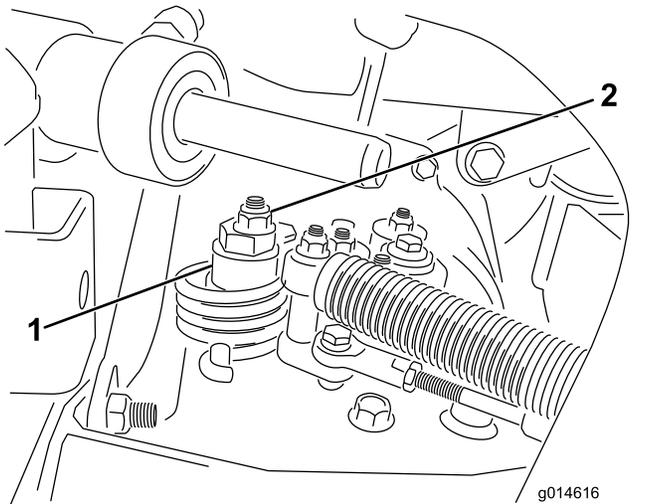

图33
A. 松开将偏心螺栓固定到静液压泵顶部的螺母图 33。
- C. 旋转偏心螺栓直到不再出现任何方向的缓慢前移。当轮子停止旋转时旋紧螺母锁定偏心螺栓和调整图 33。将油门移至慢速和快速位置验证调节情况。